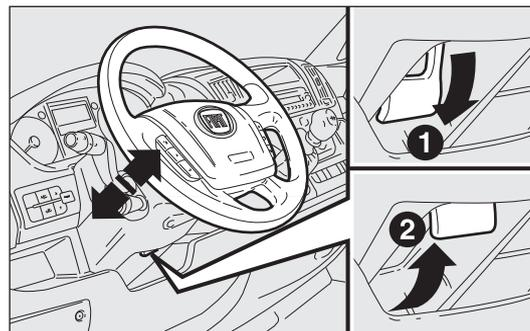

fig. 37
- desbloquee la palanca fig. 37 tirando de ella hacia el volante (posición 2);